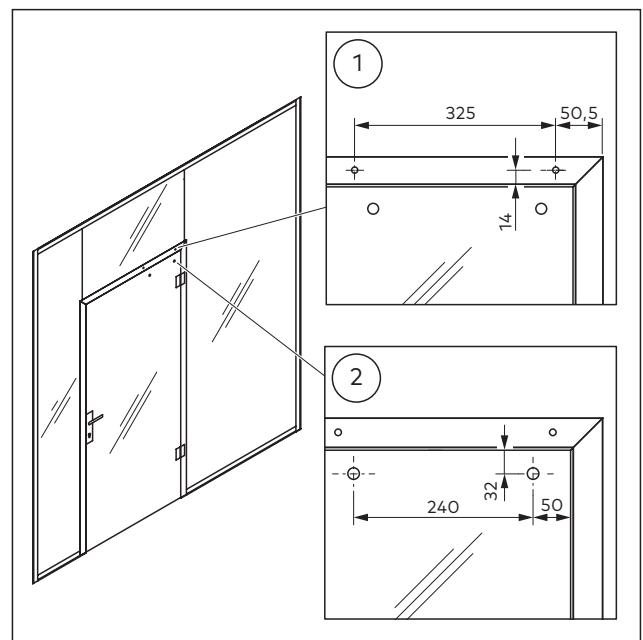

Abb. 5 Abzugsmaße für ein UNIQWIN-Türschliebersystem
1. Sicherstellen, dass die Einbausituation für die Montage des Türschließersystems gegeben ist (Abb. 5).